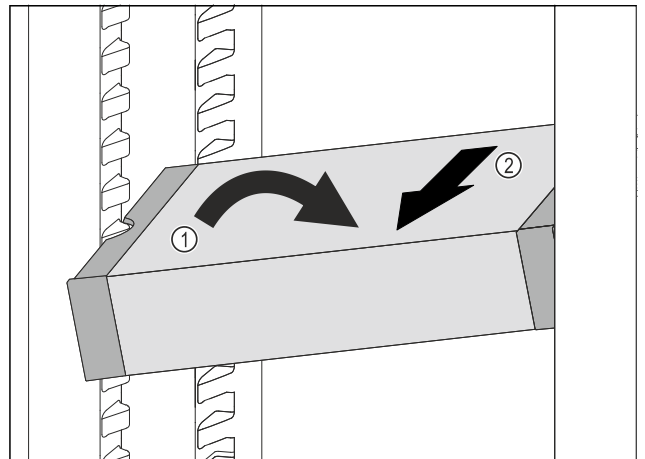

Fig. 92
- ▶ Coloque el VarioSafe en el compartimento del frigorífico en posición oblicua. Fig. 92 (1)
- ▶ Extraiga el VarioSafe hacia delante. Fig. 92 (2)